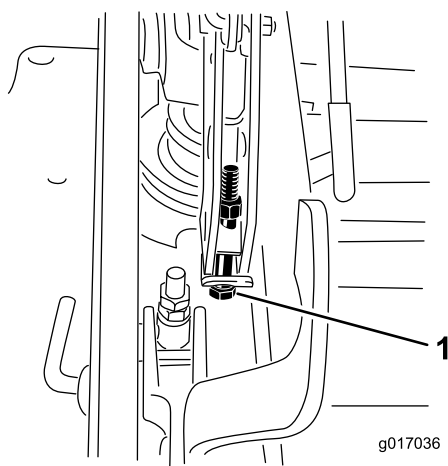

Figure 96
13. Si le plateau est trop bas, serrez le boulon de réglage monopoint dans le sens horaire. Si le plateau est trop haut, desserrez le boulon de réglage monopoint dans le sens antihoraire (Figure 96).